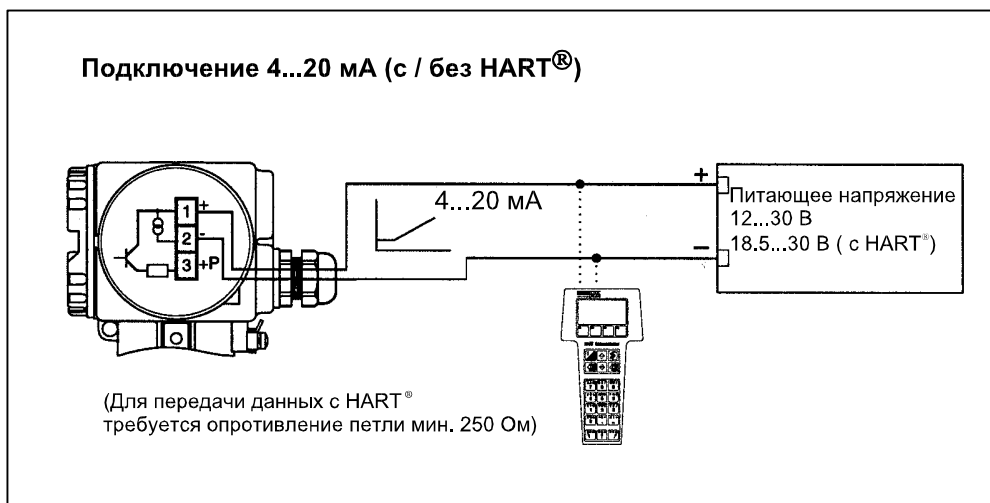

Рис.17:
3. Выполните подключение в соответствии с диаграммой соединений (см. диаграмму на крышке или Рис.17, 18, 19).